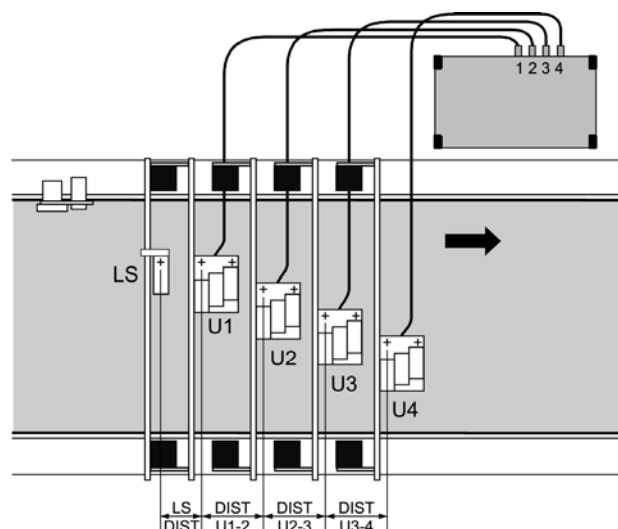

Abbildung 29: Abstände zwischen der Lichtschanke (LS) und U1-U4
- Messen sie den Abstand zwischen der Lichtschanke und der Mitte der ersten Patrone der ersten Druckeinheit wie in Abbildung 29 (LS DIST) gezeigt.